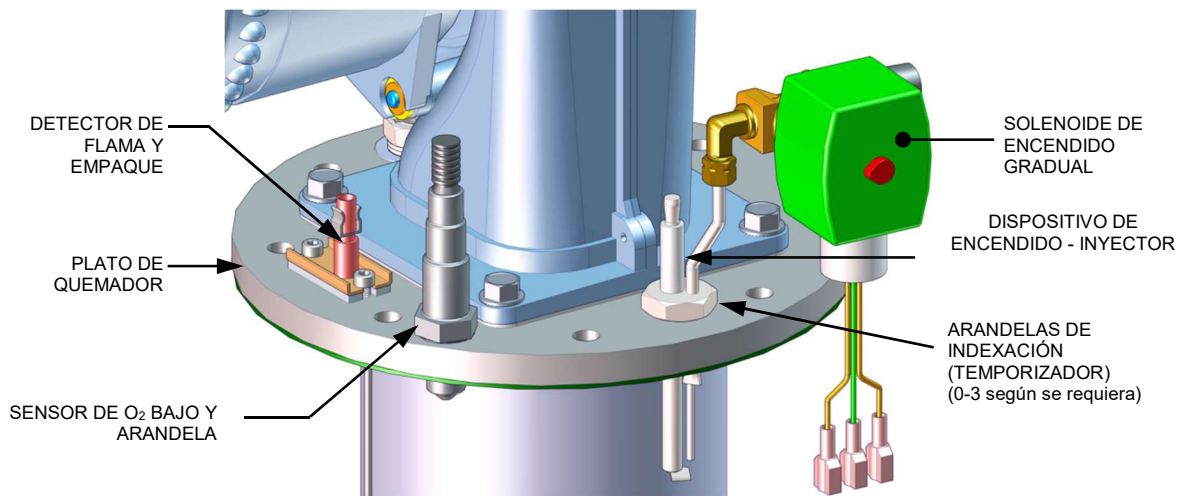

Figura 4-2a: Información de montaje de dispositivo de encendido-inyector y detector de flama de BMK 750/1000
4. Consulte la Figura 4-2a a la 4-2c que se muestran más adelante, use una llave inglesa de extremo abierto de 7/16" para desconectar la tureca de compresión que fija el tubo del inyector de gas del dispositivo de encendido-inyector al codo del ensamblado de encendido gradual. Desconecte el ensamblado de encendido gradual del dispositivo de encendido - inyector.